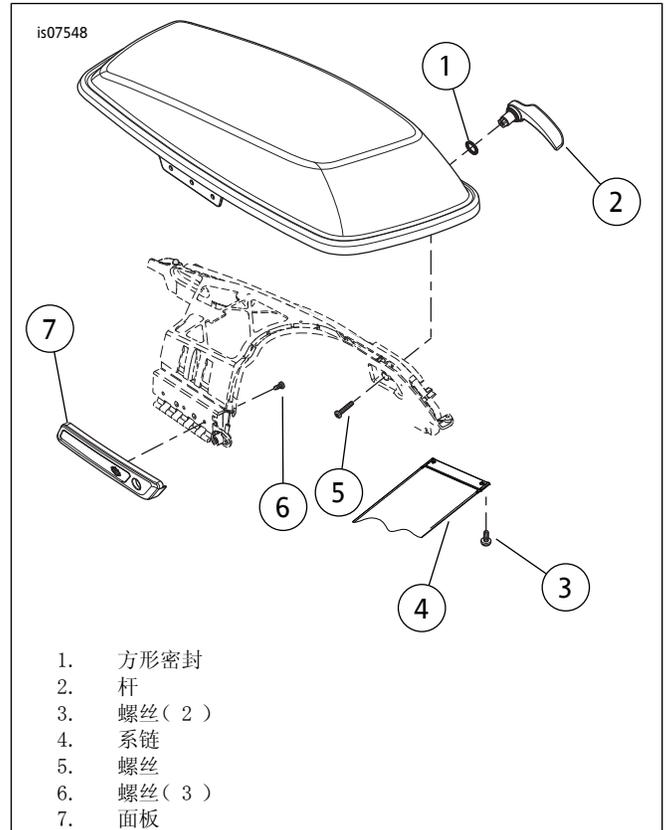

图1. 铰链盖和杆套件
1. 参见图1。拆下系链螺丝(3)以及及面板安装螺丝(6)。保留螺丝待用。